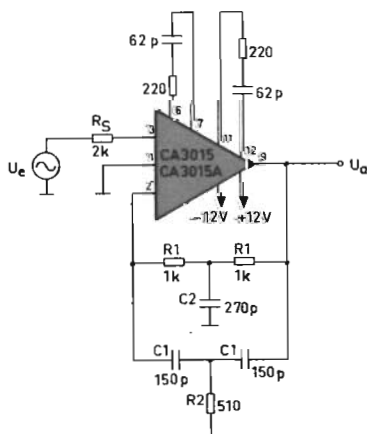

Fig 28. Aktivt bandpassfilter.
- I fig 28 finns ett bandpassfilter med $f_0 = \frac{1}{2\pi R_1 C_1}$, vilket i detta fall ger ≈ 1 MHz.